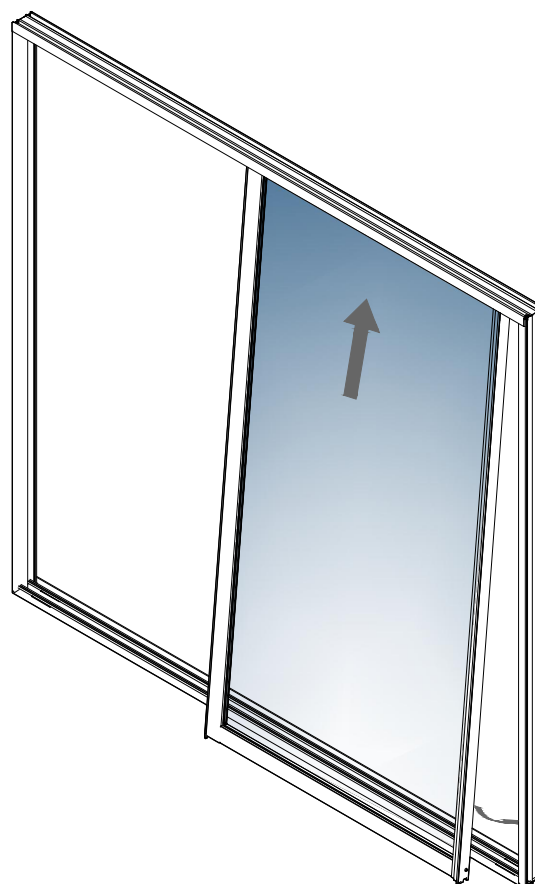

Figura 5.1
2. Instale los paneles siempre desde afuera hacia dentro, tenga cuidado de colocar primero los paneles que van por el riel interior, por lo general los fijos, y luego los que van en el riel exterior, por lo general corredizos. (Ver figura 5.1)